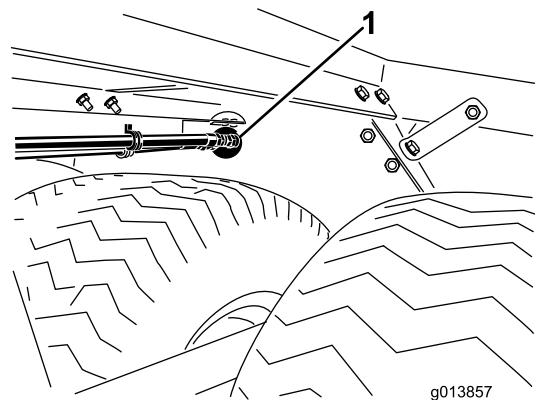

Figura 2
5. Assicuratevi che i raccordi di entrata e di uscita e la staffa di montaggio della guida dei flessibili corrispondano perfettamente ai fori tondi nel lato posteriore del telaio del ProPass (Figura 2).